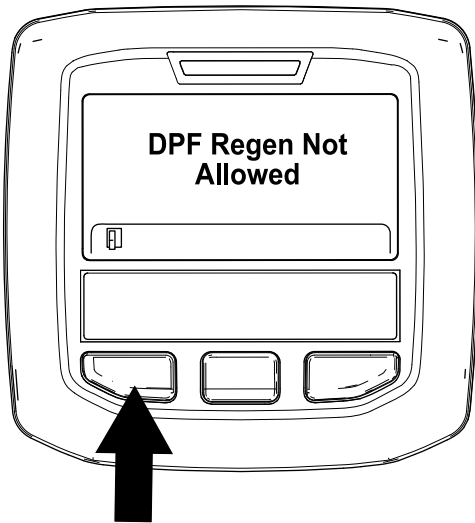

Figura 55
- Se o processo de regeneração não for permitido pelo computador do motor, surge a mensagem “DPF Regen Not Allowed” (Regen. do DPF não autorizada) no InfoCenter (Figura 55). Prima o botão esquerdo para sair para o ecrã inicial.